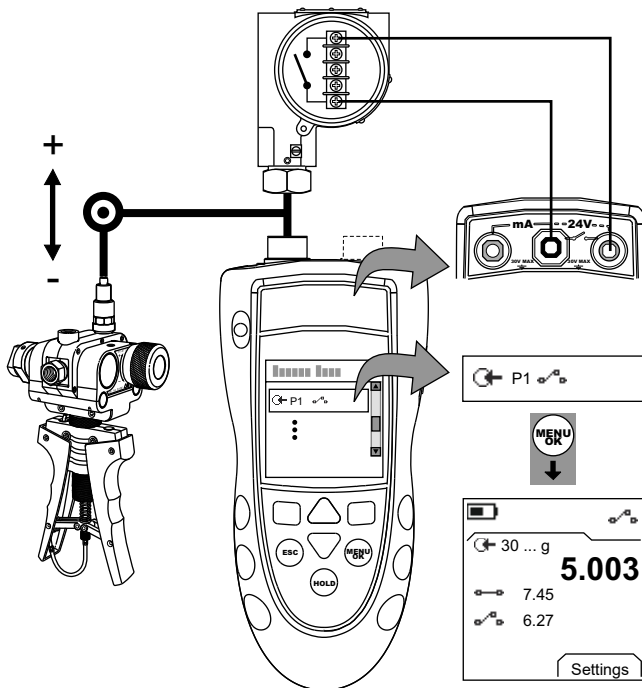

Рисунок 4: Пример конфигурации. Проверка выключателя
1. Подключите прибор (Рисунок 4) и при необходимости отрегулируйте *Set Up (Настройка)* (Таблица 1).